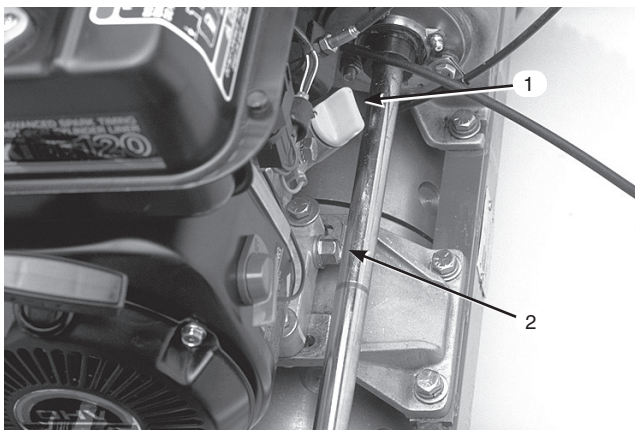

図28
2. オイル・ゲージの周囲をきれいに拭く (図28)。
2. 機体下にあるドレン・プラグ (図28) の下に廃油受けを置く。